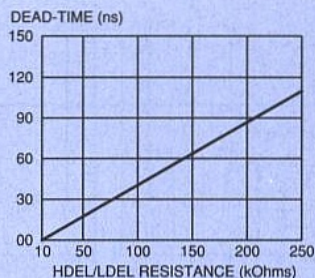

Figure 6 : relation entre temps mort et résistance
■ Figure 6
Il est possible de programmer séparément les «temps morts» des étages «pull-up» et «pull-down», ceci afin d'éviter le «shoot-through» tout en s'adaptant au mieux aux caractéristiques des transistors MOS utilisés. Dans la pratique, on choisira des valeurs comprises entre 20 et 100 ns que l'on obtient grâce à des résistances externes (voir figure 6).